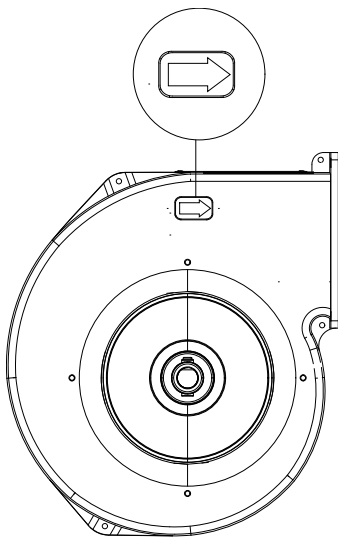

Bild 2
Der Ventilator kann in jeder beliebigen Lage montiert werden. Wenn der Lufteinlass des Motors bei der Installation nach oben zeigt, muss der Einlass gegen herabfallende Objekte/Flüssigkeiten geschützt werden. EX 140A/180A mit korrekter Luftrichtung installieren (Pfeil auf dem Gehäuse), siehe Abbildung 2. Der Ventilator muss so installiert werden, dass Instandhaltungs- und Wartungsarbeiten mühelos und sicher durchgeführt werden können. Überprüfen Sie, dass der Ventilator fest und stabil befestigt und sicher verankert ist. EX 140A/180A muss so installiert werden, dass Vibrationen nicht auf das Kanalsystem oder die Gebäudestruktur übertragen werden können.
- Die Drehrichtung des Laufrads dem Pfeil auf dem Ventilator entspricht (siehe Abbildung 2).
- Es können A-bewertete Schalldruckpegel über 70 dB(A) auftreten, siehe auch Produktkatalog.